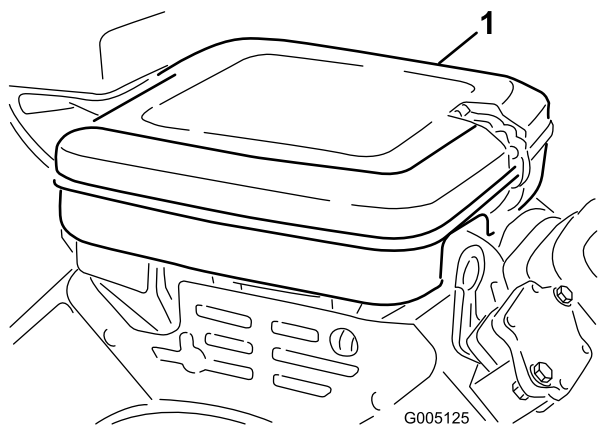

図 43
1. ロック用クリップを取り、エアクリーナ・カバー(図 43)を外す。カバーを丁寧に清掃する。